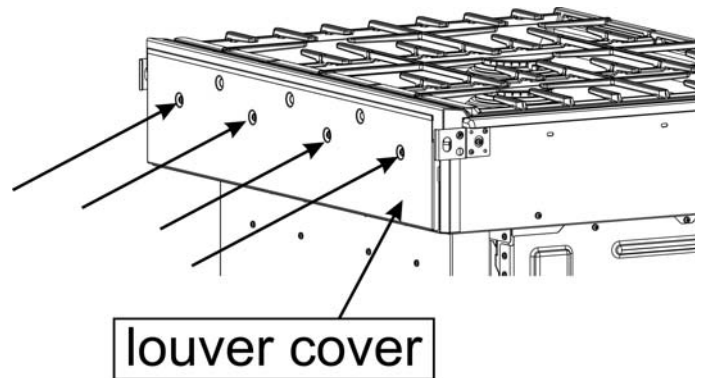

Figura 1: Ubicaciones de los tornillos de la cubierta de la rejilla de ventilación trasera
Procedimiento para una estufa deslizante de dos combustibles que incluye la cubierta de la rejilla de ventilación (consulte la Figura 1)
2. Deslice la estufa hacia afuera lo suficiente como para tener acceso a los tornillos de montaje de la cubierta de la rejilla de ventilación trasera. Consulte la Figura 1: Ubicaciones de los tornillos de la cubierta de la rejilla de ventilación trasera.
3. Si su estufa no incluye la cubierta de la rejilla de ventilación (consulte la Figura 1), diríjase al procedimiento que comienza en la página 4.
4. Retire los cuatro tornillos que sujetan la cubierta de la rejilla de ventilación trasera (consulte la Figura 1). Guarde estos tornillos para volver a colocar la cubierta de la rejilla de ventilación.